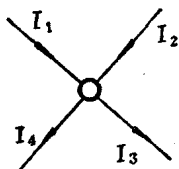

图 1-3 克希荷夫第一定律
(1) 克希荷夫第一定律 它是说明电路中各部分电流间的相互关系。电路中对任意结点（三条或三条以上支路的汇结点叫做结点），流入（或流出）此结点的电流的代数和等于零。也就是说，在电路中流进结点的总电流，一定等于流出结点的总电流，如图 1-3 所示，其数学表达式为：